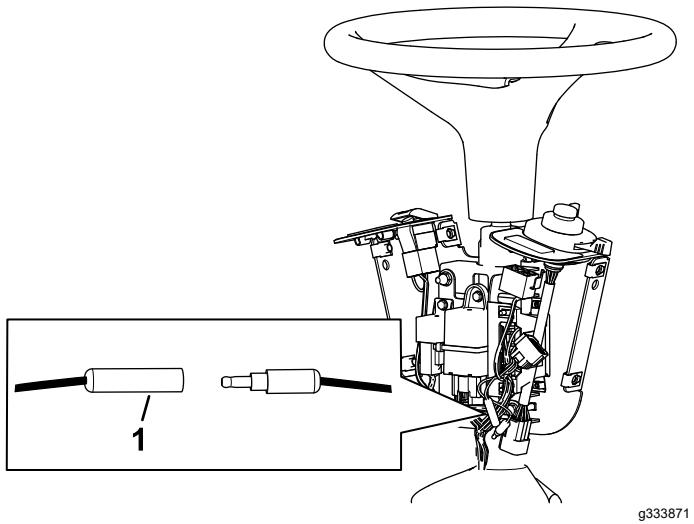

Figure 10
- 11. Laissez les connecteurs cylindriques débranchés, comme montré à la Figure 10.